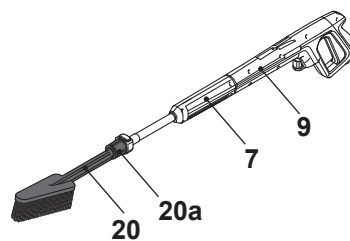

Rys. 9
2. Obracając dyszę Vario, dostosuj strumień wody do czyszczonej powierzchni (rys. 9).